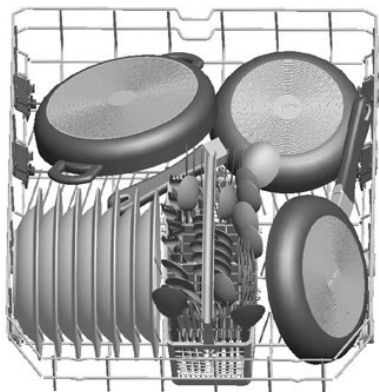

Abb. 26
- ▶ Beladen Sie den unteren Geschirrkorb (2) wie im Beispiel in **Abb. 26** und **27** abgebildet.